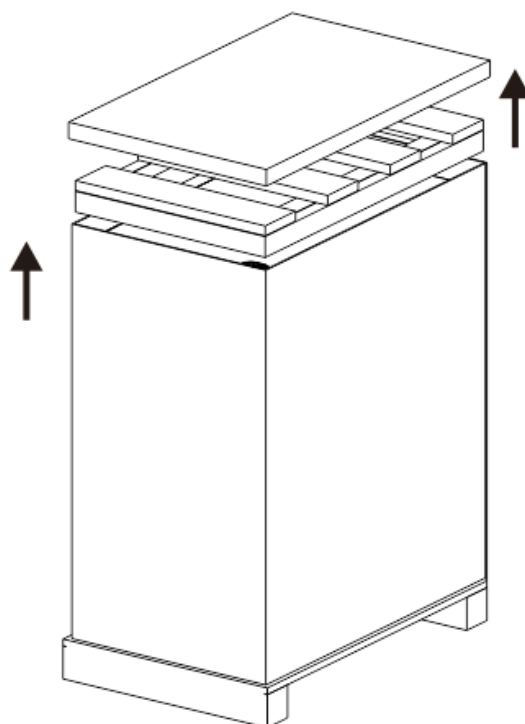

Figura 2-2
2. Seguire i passaggi della Figura 2-2 per rimuovere cartone e schiuma.